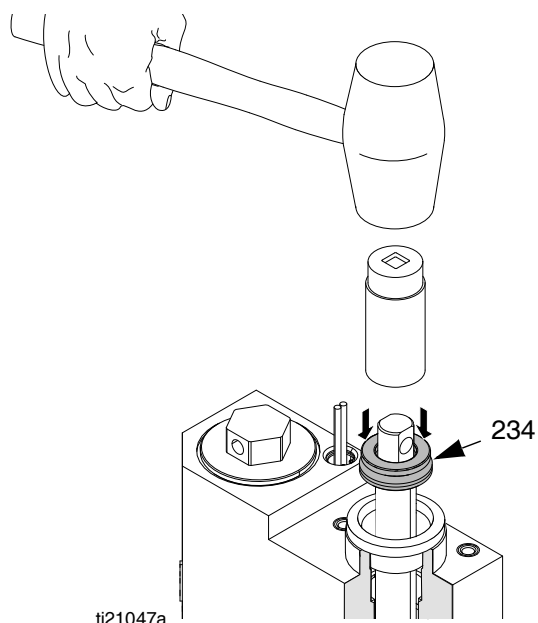

FIG. 31
2. Pousser l'ensemble de la tige de piston (223) dans le collecteur de sortie du compartiment de fusion (203).
3. Graisser la coupelle en U du presse-étoupe (234) et la glisser sur la tige de piston (223) en orientant les lèvres vers le bas.
4. Placer une douille d'une profondeur de 22 mm (7/8") (avec un carré de 9,5 mm (3/8")) sur la tige de piston (223), puis utiliser un maillet en caoutchouc pour mettre doucement en place la coupelle en U du presse-étoupe (234). Voir la FIG. 31.